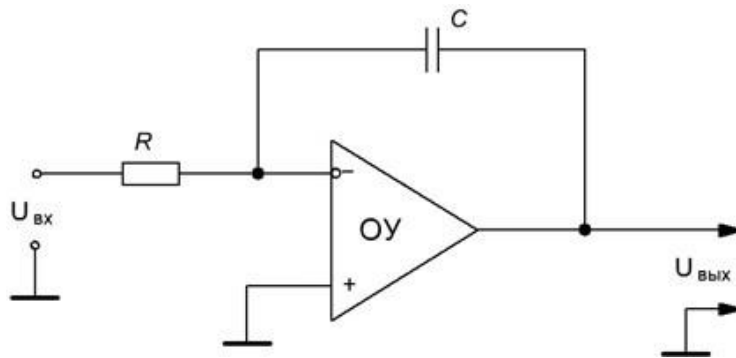

Рис. 8
8. Для интегратора (рис. 8) найти R , при котором выходное напряжение изменяется